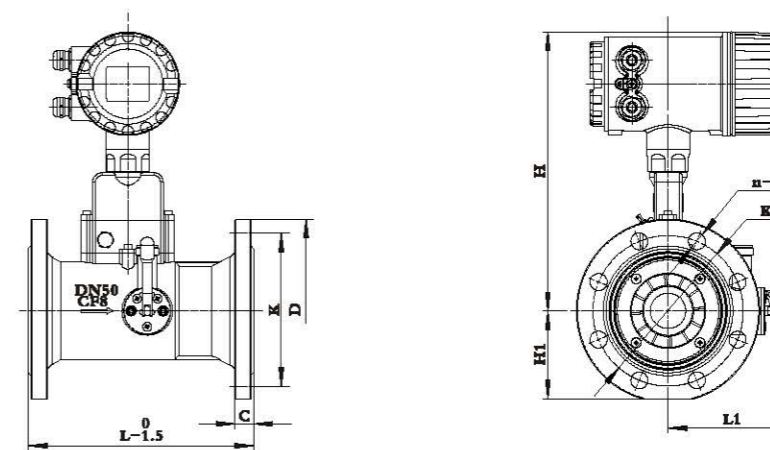

图4 外形尺寸图
1、流量计外形尺寸, 见图4和表2, 流量计采用法兰连接方式。